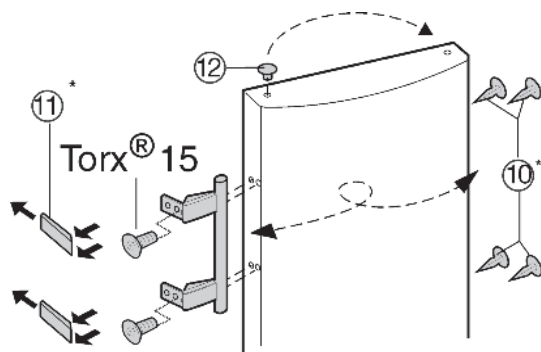

Fig. 7
- Vyjměte zátku Fig. 7 (12) z pouzdra ložisek dveří a přemístěte je.
- Odmontujte kliku dveří, zátku Fig. 7 (10) a krycí destičky Fig. 7 (11) a nasadte na druhou stranu.